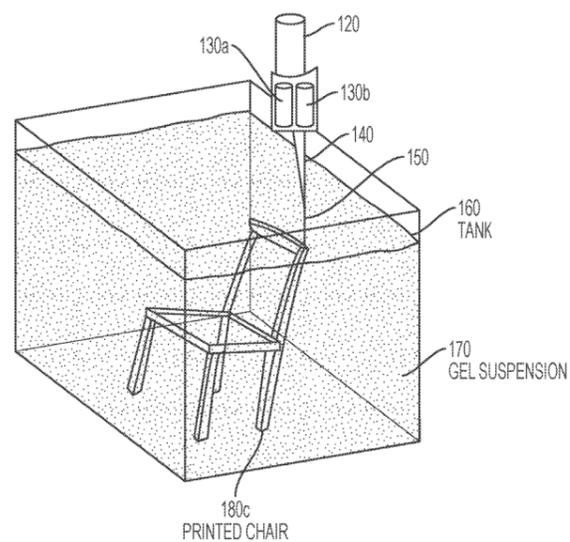

FIG. 6
**FIG. 6 / FIG. 7** Viene mostrata un'illustrazione dell'utilizzo dei metodi descritti qui per realizzare una sedia a 180 gradi. I metodi descritti qui utilizzano un sistema di deposito per depositare materiali che solidificano di varie quantità e viscosità. Questi metodi sono unici rispetto ad altri processi di produzione additiva poiché consentono un facile flusso/deposizione di materiali liquidi, velocità di stampa più rapide e l'uso di materiali industriali di alta qualità. In alcuni esempi, il materiale che si solidifica è costituito da un unico componente. In altri esempi, il materiale che si solidifica è composto da due composti separati che si copolimerizzano.